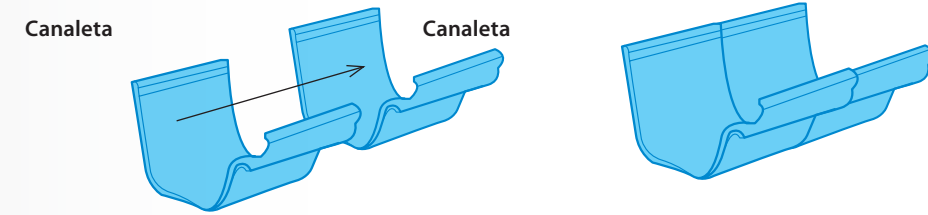

Fig. 14. Aplicación de pegamento a las uniones.
- Una los dos tramos de Canaleta, colocando la unión en la parte externa de cada Canaleta y procurando que la unión quede centrada (ver Fig. 14 y 15).